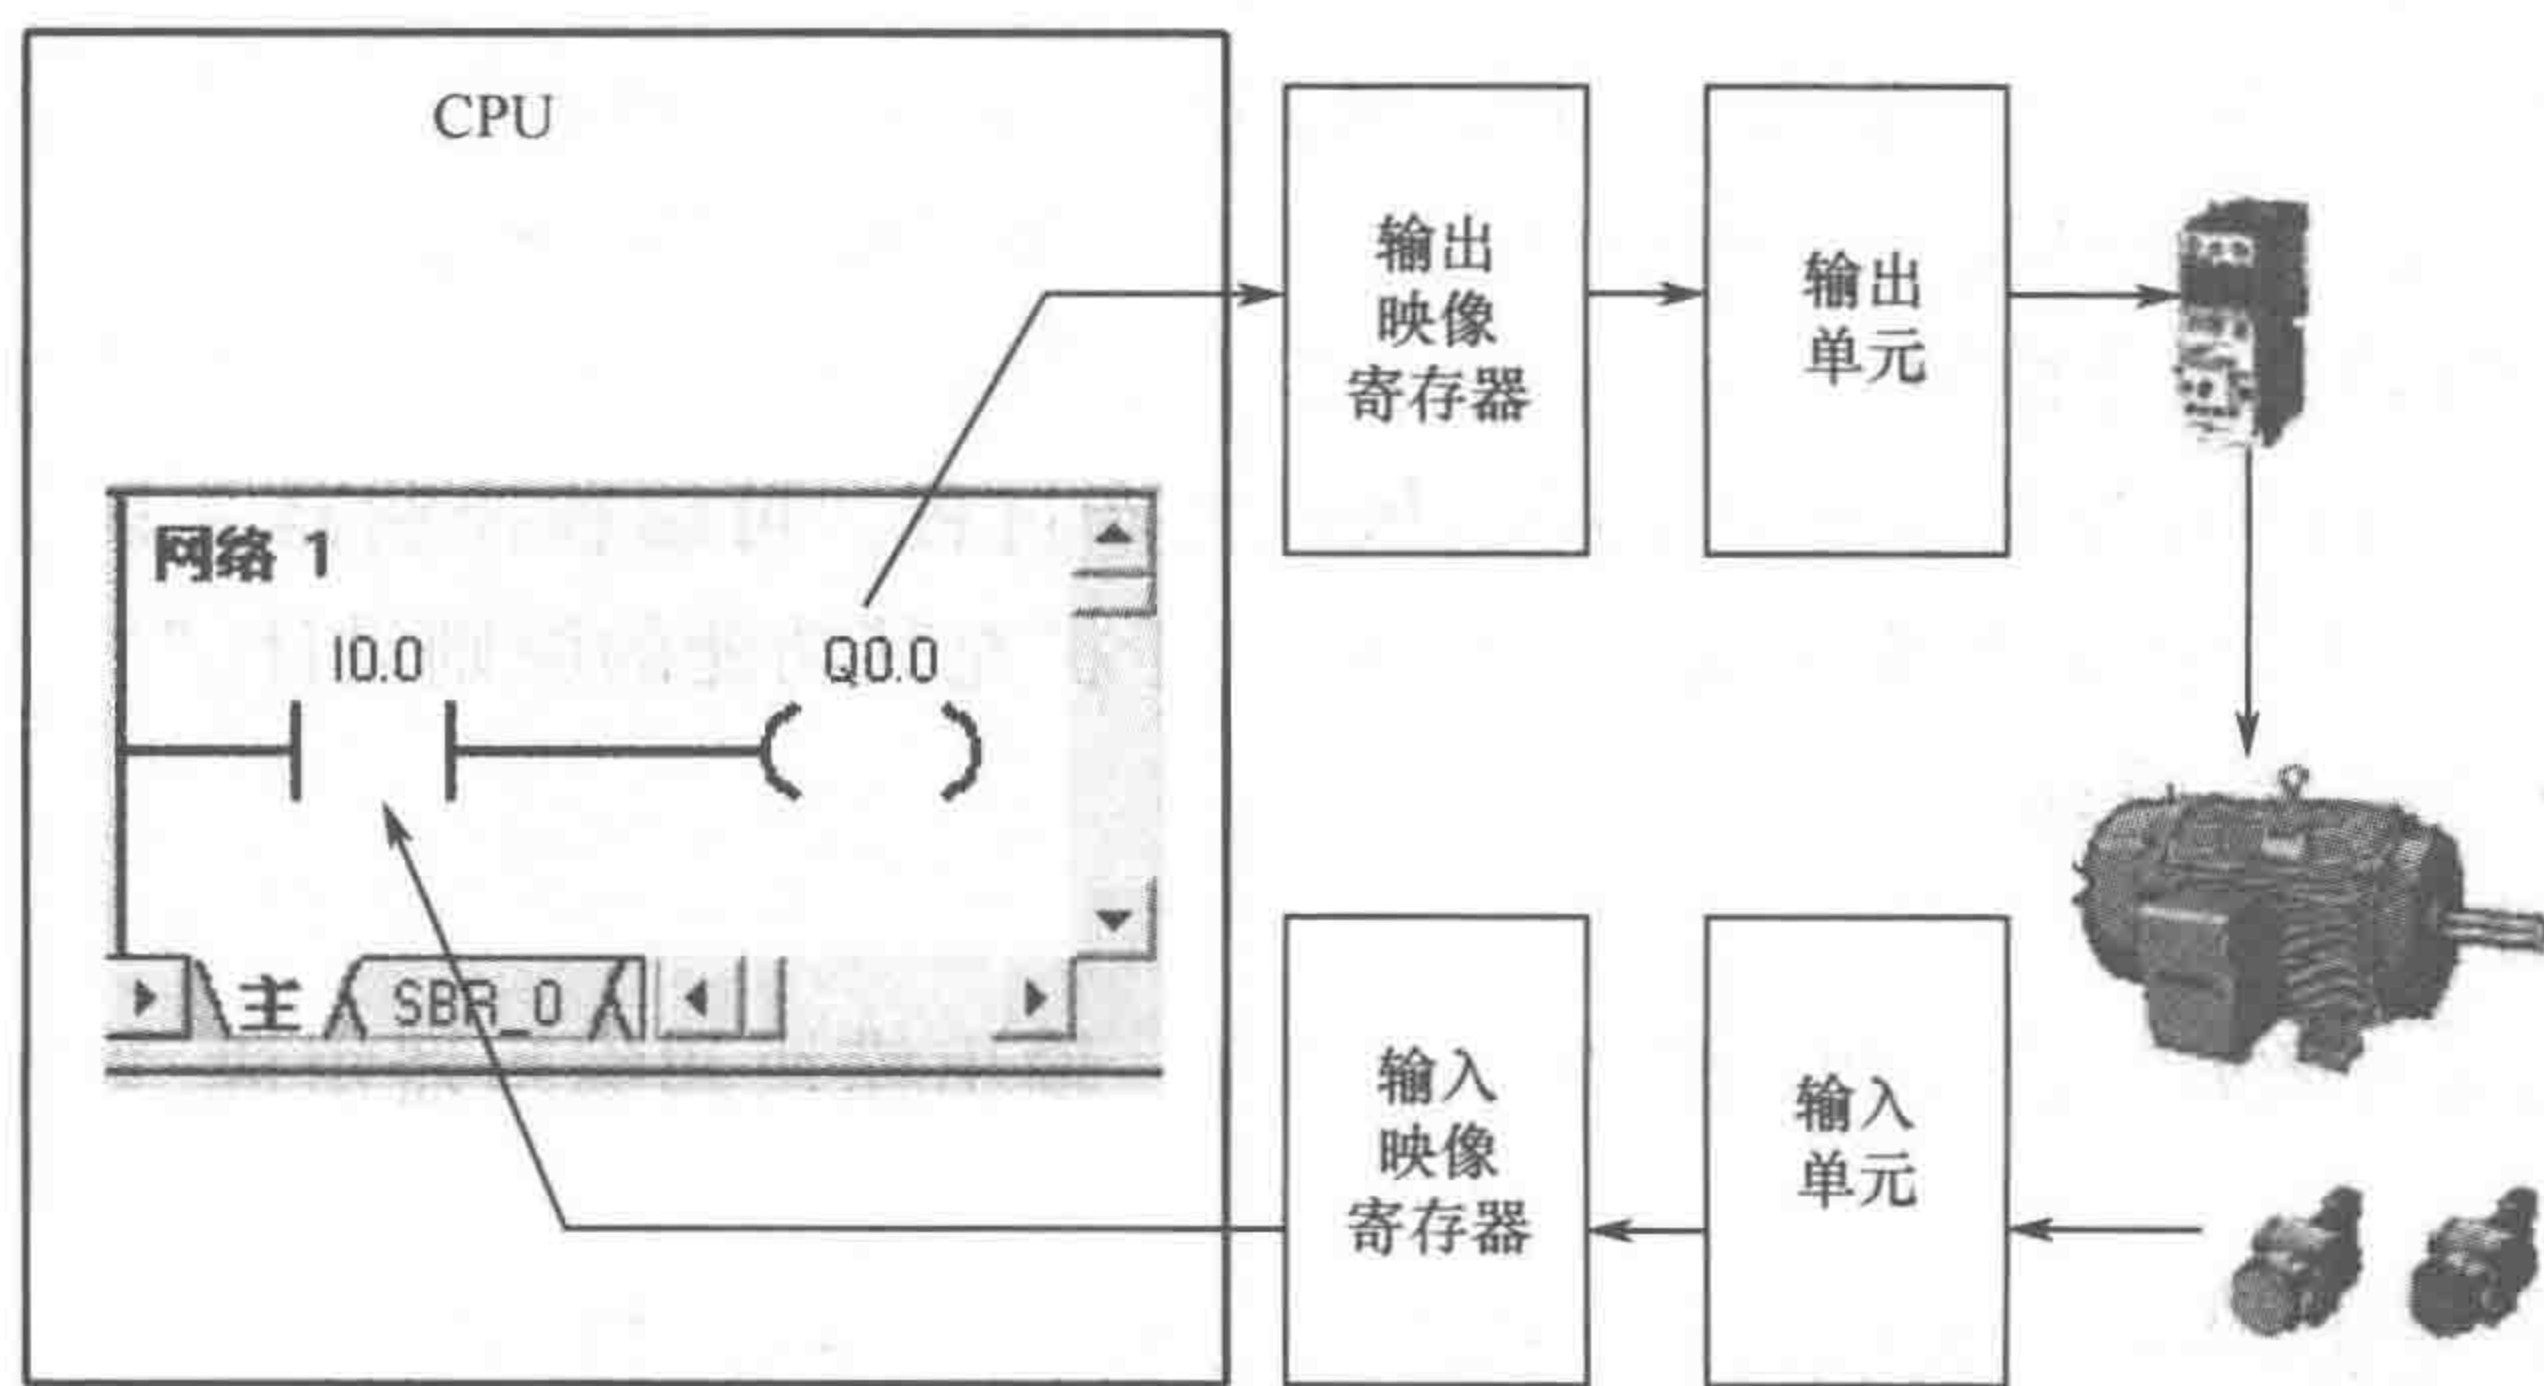

图 1-1-3 PLC 的程序执行
- (1) 内部处理:检查 CPU 模块内部的硬件是否正常,将监控定时器复位等。
- (2) 通信服务:PLC 与带微处理器的智能装置通信。
- (3) 输入处理:PLC 把所有外部输入电路的通/断(ON/OFF)状态读入输入映像寄存器。
- (4) 程序执行:执行用户程序。
- (5) 输出处理:CPU 将输出映像寄存器的通/断状态传送到输出锁存器。
- 整个程序执行的过程如图 1-1-3 所示。